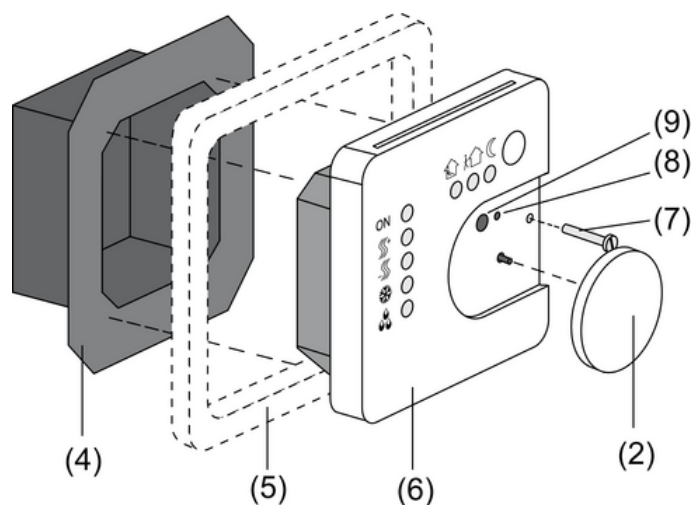
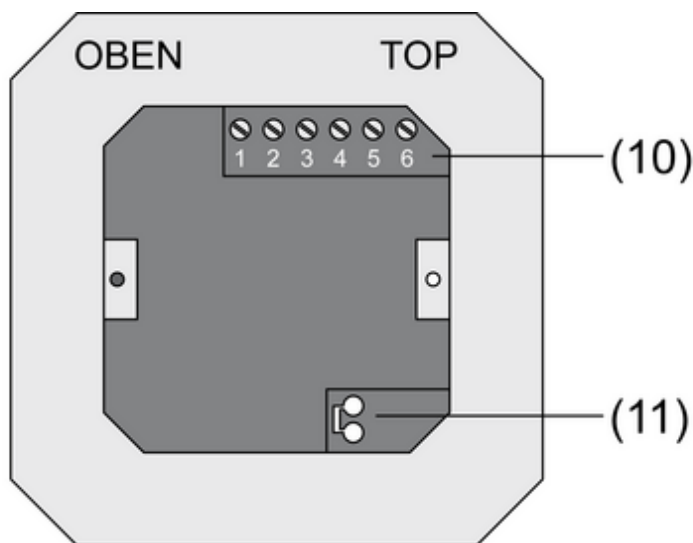
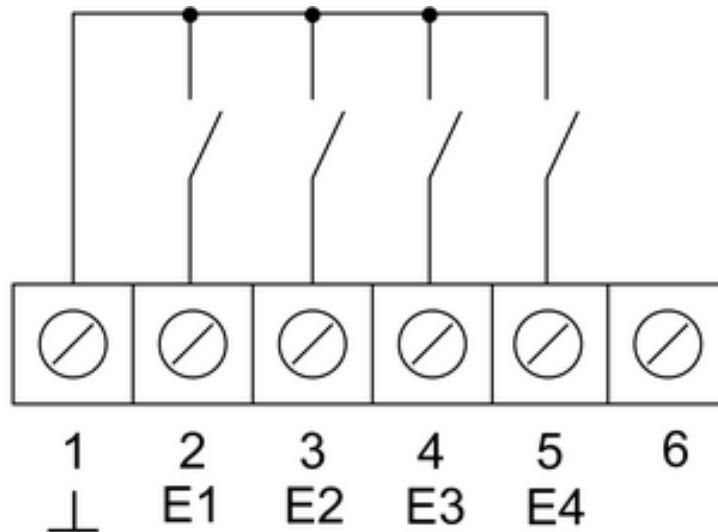
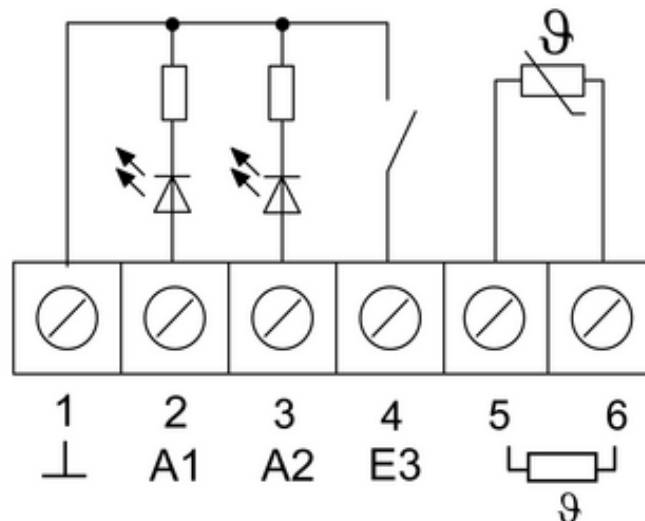

Рисунок 2
Рисунок 3
Рисунок 4
Рисунок 5
- (4) Клеммный блок
- (5) Дизайнерская рамка
- (6) Электронная насадка
- (7) Фиксирующий винт
- (8) Светодиод программирования
- (9) Кнопка программирования
- Клеммный блок (4) и электронную насадку (6) отсоединить друг от друга (рисунок 2).
- Провод шины подсоединить к соединительной клемме (11) в клеммном блоке (рисунок 3).
- Бинарные входы **E1...E4**: подсоедините оконные контакты, микропереключатели размыкающих и замыкающих контактов к клеммам **1** и **2...5** (рисунок 4) клеммной колодки (10) (рисунок 3).
- Бинарные выходы **A1...A2**: подсоедините светодиодные датчики или электронные реле к клеммам **1** и **2, 3** (рисунок 5) клеммной колодки (10) (рисунок 3).
- Подключите внешний датчик температуры к клеммам **5** и **6** (рисунок 5) клеммной колодки (10) (рисунок 3).
- Установить клеммный блок (4) (рисунок 2) в монтажную коробку для скрытого монтажа. Обратите внимание на надпись **OBEN / TOP**. Подключение шины (11) должно находиться справа (рисунок 3).
- Установите декоративную рамку (5) на клеммный блок (4) (рисунок 2).
- Правильно установите электронную насадку (6) в клеммный блок (4) (рисунок 2).
- Снимите установочное колесо (2) (рисунок 2).
- Закрепить электронную насадку стопорным винтом (7) (рисунок 2).
- Снова вставьте установочное колесо (2) (рисунок 2).
- Нажать кнопку программирования (9) (рисунок 2).
Светодиод программирования (8) загорится (рисунок 2).
Светодиод программирования (8) погаснет (рисунок 2).